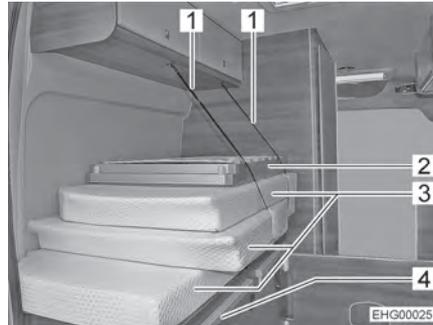

Bild 30 Heckbett (Transportstellung)
- Sicherungsgurte (Bild 30,1) lösen.
- Bettrost (Bild 30,2) aufklappen und über dem Mittelgang auf Leisten (Bild 30,4) ablegen.
- Die Polster (Bild 30,3) wie in Bild 31 dargestellt auf der Liegefläche verteilen.
- Die Polster und den Bettrost wie in Bild 30 dargestellt auf dem linken Unterschrank stapeln.
- Die Polster und den Bettrost mit Sicherungsgurten (Bild 30,1) sichern.